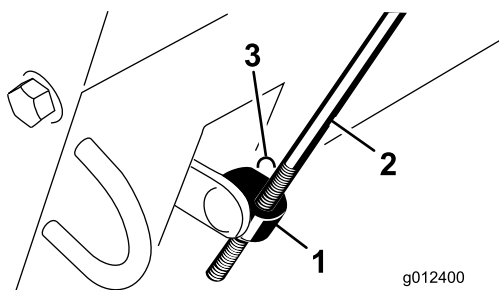

図 6
6. ロッド・フィッティングをシフトのベル・クランク・シャフトに差込、ワッシャとヘアピン・コッターを使って、固定する（図 6）。